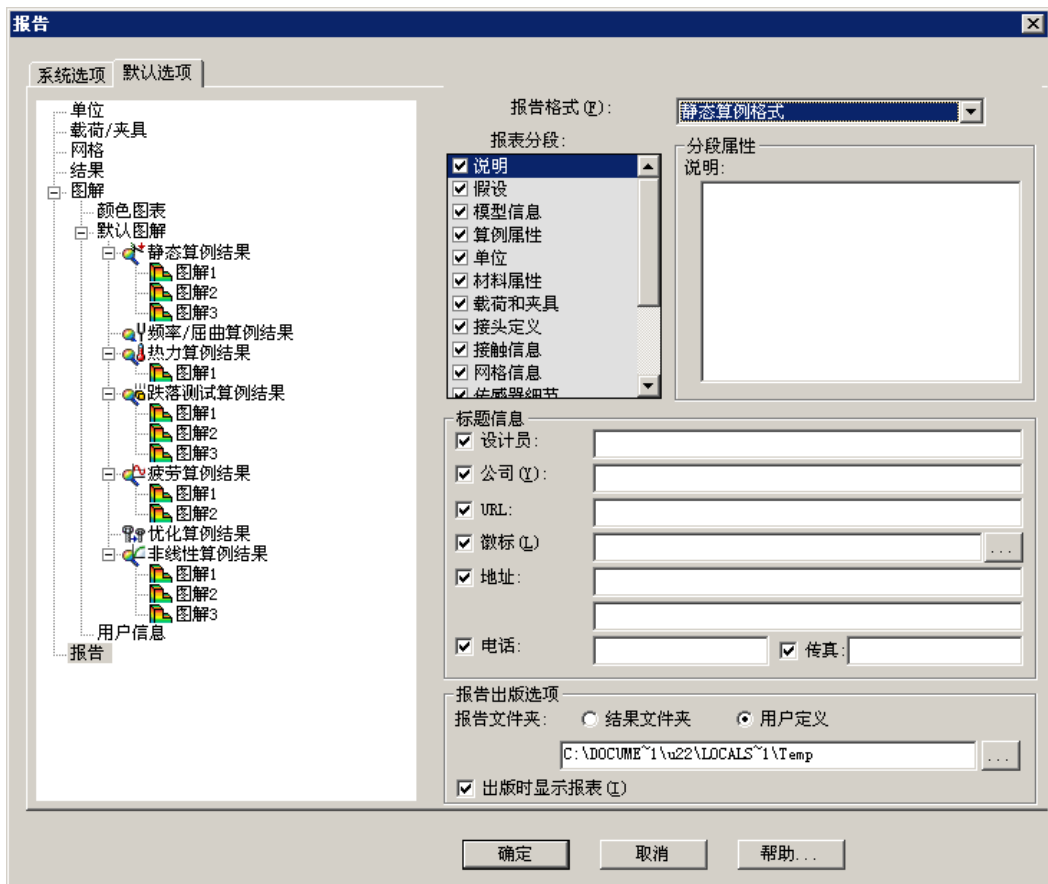

图 12.2.13 “报告”对话框
Step11. 在 **默认选项** 选项卡左侧列表中选择 **报告** 选项，“报告”对话框如图 12.2.13 所示。可以设置分析报告格式。